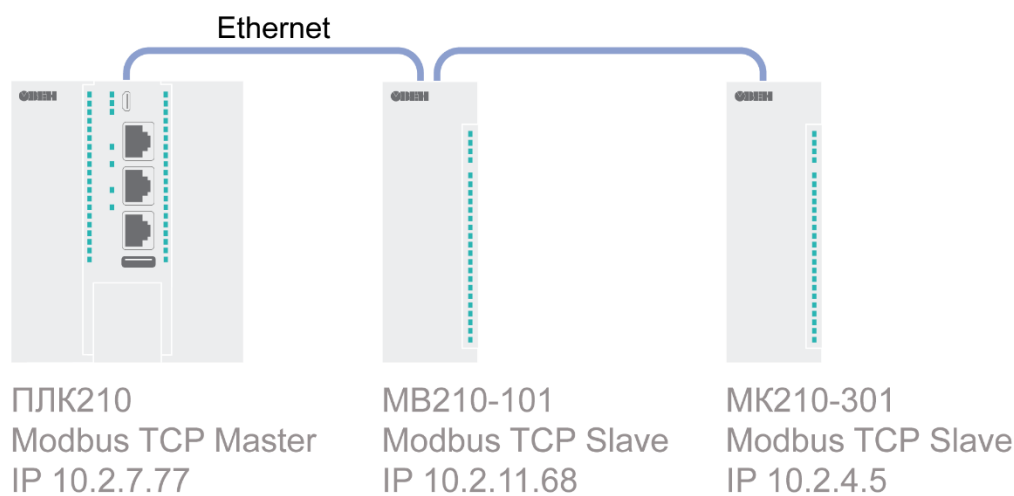

Рисунок 1 – Структурная схема примера
1. Настроить модули **Mx210** с помощью программы *ОВЕН Конфигуратор* в соответствии с табл. 1 (см. руководство **Mx210. Примеры настройки обмена**). Подключить модули к контроллеру в соответствии с рис. 1.